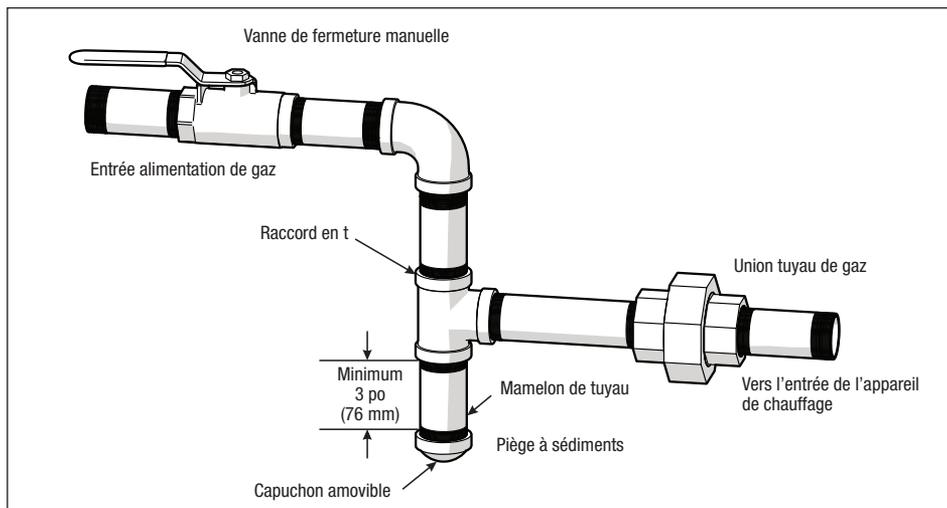

Figure 8. Robinet d'arrêt manuel et piège à sédiments
- Installer un piège à sédiments et un raccord en amont des commandes de gaz et à l'extérieur du corps de l'appareil de chauffage. Voir la *Figure 8*.
Ne pas utiliser de connecteurs d'appareils flexibles sur les connexions de gaz à moins que le connecteur ne soit approuvé par la CSA pour une installation à l'extérieur et qu'il soit marqué avec la capacité en BTUH (qui doit être égale ou supérieure à l'entrée nominale du réchauffeur) et le type de gaz (naturel ou GPL). De plus, tous connecteurs flexibles, comme un CSST enterré, doivent être certifiés pour une installation souterraine et respecter tous les codes applicables. Prendre note que l'utilisation de connecteur flexible requiert toujours l'installation d'un piège à sédiments selon NFPA 54. Voir la Figure 8.